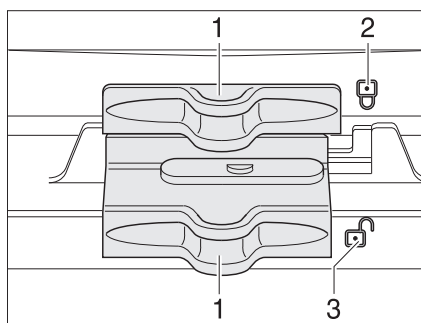

Fig. 141 Bloqueo de la puerta del frigorífico/puerta del compartimento congelador (Dometic de la serie 7 con compartimento congelador separado)
- Desplazar el bloqueo (Fig. 141,1) hacia un lado, de tal manera que sea visible el candado abierto "🔓" (Fig. 141,3).
- Desplazar el bloqueo (Fig. 141,1) hacia un lado, de tal manera que sea visible el candado cerrado "🔒" (Fig. 141,2).